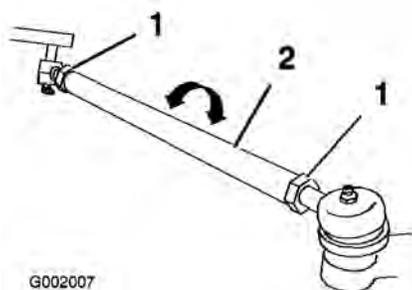

Figura 56
5. Se la misura non rientra nel campo specificato, allentate i controdadi da ambo i lati dei tiranti (Figura 56).